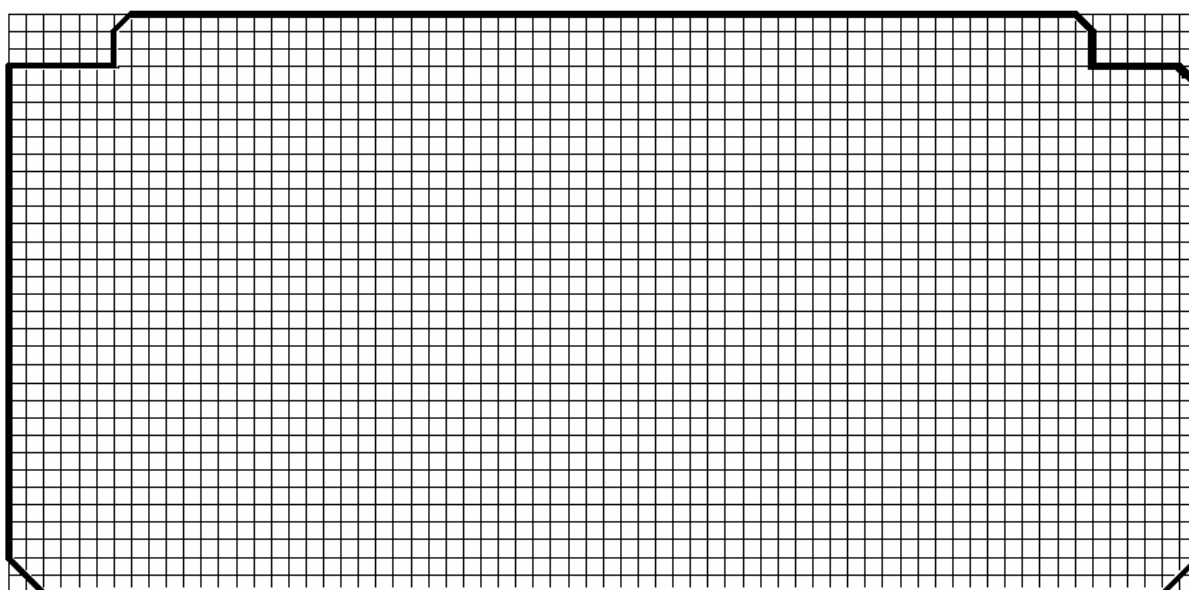

Рис. 4.7
В графическом окне Altium Designer появляется изображение заготовки печатной платы – в нашем случае – прямоугольник размерами 170 × 110 мм с наложенной на него сеткой (рис. 4.7).
3. Создать курсором, щелкая левой клавишей мыши, новый контур заготовки в соответствии с имеющимся чертежом или эскизом. Курсор перемещается по узлам сетки захвата. Удобно, если при этом шаг одной из видимых сеток совпадает с шагом сетки захвата. Щелчком правой клавиши мыши или клавишей Esc завершить операцию. Контур заготовки примет новые очертания (на рис. 4.7 прочерчен жирной линией).